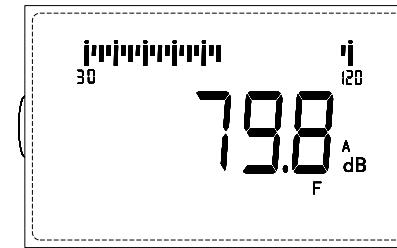

图5
- 1) 按计权按钮使显示器显示“C”，LCD上显示的就是“C”声级的测量值。按“计权”按钮使显示器显示“Lin”，LCD上显示的就是“线性声压级”的测量值。见图5。
- 3) 时间计权快（F）、慢（S）的选择一般采用快档“F”，如果读数变化较大，可采用慢档“S”时间计权。见图5。